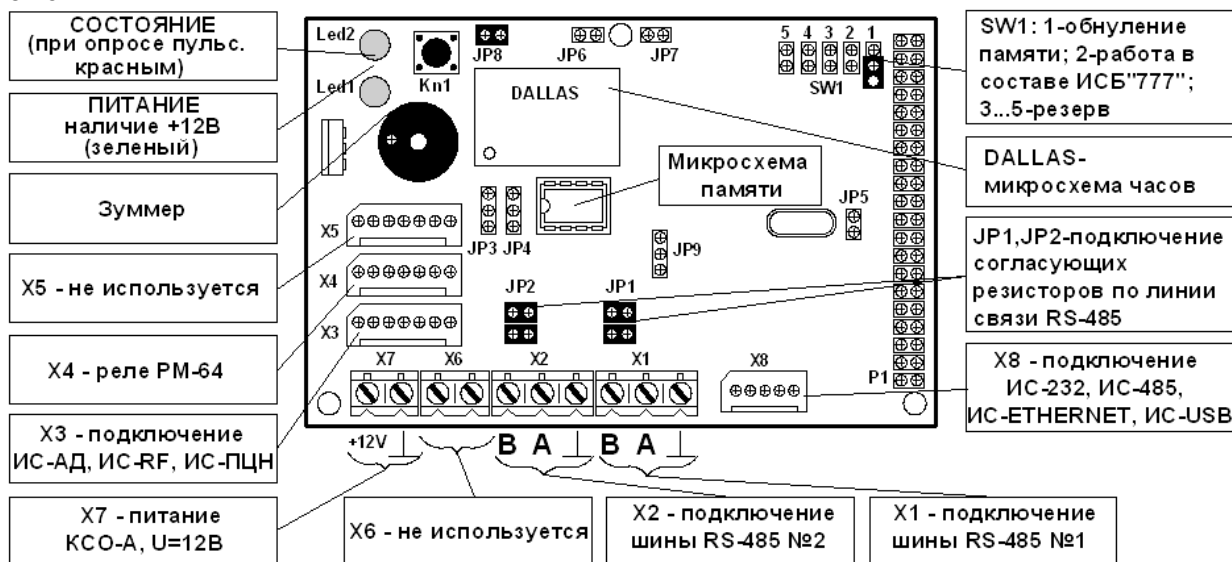

Рисунок 15 – Внешний вид модуля процессорного КСО-А
- при подключении устройств по линии связи RS-485 рекомендуется распределять общее их количество поровну на две линии связи RS-485 (X1 и X2), рисунок 15.